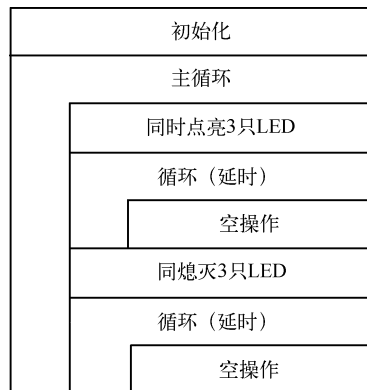

图 5-10 LED 闪烁程序流程图
2) LED 闪烁程序。LED 闪烁的程序流程图如图 5-10 所示。